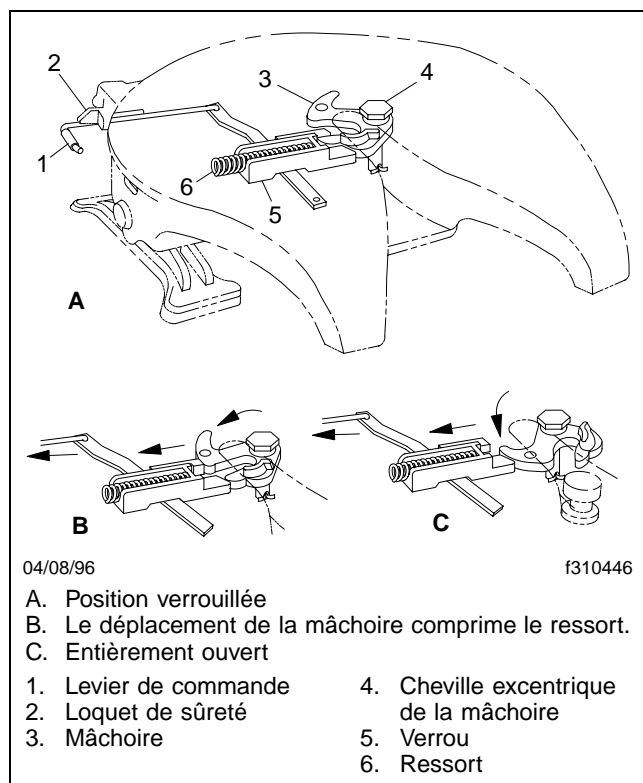

Fig. 10.12, Fonctionnement du mécanisme de verrouillage du pivot d'attelage des séries ASF Castloc II et Simplex
Mécanisme de verrouillage de la sellette d'attelage pour le pivot d'attelage de la semi-remorque (Fig. 10.12)
4. Placez le tracteur de sorte que le centre de la sellette d'attelage est aligné avec le pivot d'attelage de la semi-remorque. Le pivot d'attelage devrait être placé de façon à entrer dans la gorge du mécanisme de verrouillage. Consultez la **Fig. 10.12**. Réglez la béquille de la semi-remorque afin que le côté inférieur avant de la semi-remorque soit en contact avec la surface supérieure de la plaque inclinée de la sellette d'attelage, soit environ 20 cm (8 po) devant le centre de la sellette d'attelage.